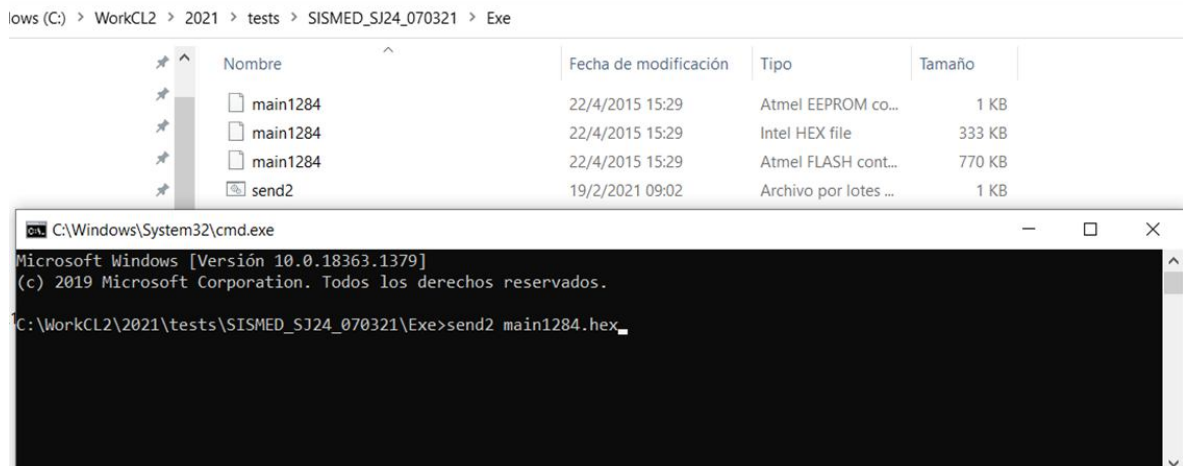

Figura 3 Firmware main1284.hex y archivo send2.bat copiados en el mismo directorio, y llamado a send2.
Se copia el firmware original (aquí main1284.hex) realizado en C por el compilador Codevision AVR [ref1b], para el equipo SISMED/SJ24 (Figura 3), y se copia además el archivo send2.bat, que cumple funciones similares a lo que realiza internamente el Arduino IDE (llamando al programa Avrdude con una determinada configuración) para programar las placas basadas en procesador AVR. Además, se invoca la línea de comandos (cmd.exe) tanto en Win7 como en Win10, en el directorio en que se está trabajando, y se escribe “send2 main1284.hex”, todavía sin presionar Enter: